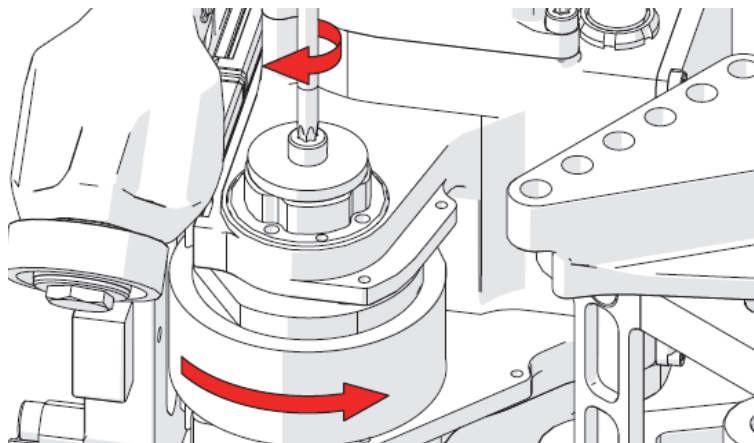

Figura 2-20 Desconexión del eje a partir de la rueda
22. Con un des[tornillador] Torx T25, mientras sostiene la rueda de conducción, enrosque el tornillo hasta que el eje se desconecte de la rueda (ver Figura 2-20 en la página 101).